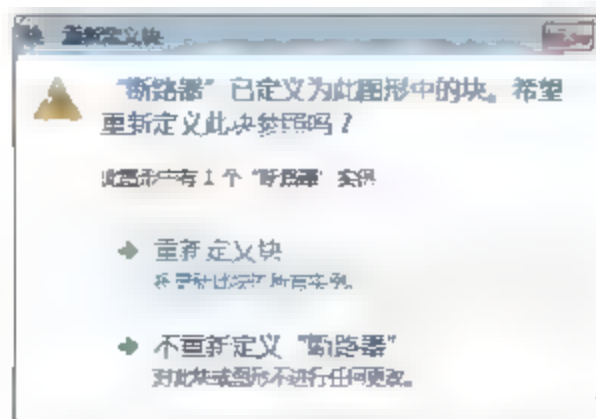

图7-23 提示对话框
**07** 单击【确定】按钮，弹出【块-重新定义块】提示对话框，如图7-23所示。单击【重新定义块】按钮，即可重新定义图块。